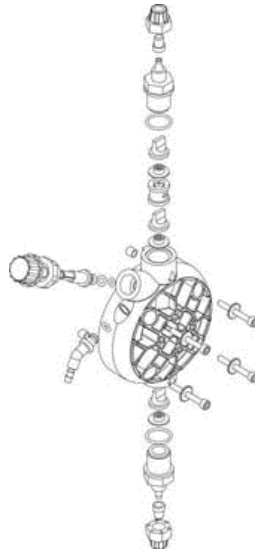

Fig. 10
- 3) **Eliminer le liquide à l'intérieur de la tête de la pompe, notamment en la démontant (retirer les 4 vis (fig. 10). Puis remonter la tête.**
- 3) Eliminer le liquide à l'intérieur de la tête de la pompe, notamment en la démontant (retirer les 4 vis) (fig. 10).
Pour effectuer cette opération, si l'appareil n'est pas fixé à l'installation, le faire pulser la pompe pendant quelques secondes (15/30) en la tenant la tête en bas et sans les tubes reliés aux raccords, si ce n'est pas possible, démonter et remonter la tête de la pompe (fig. 10), par les quatre vis de fixation.